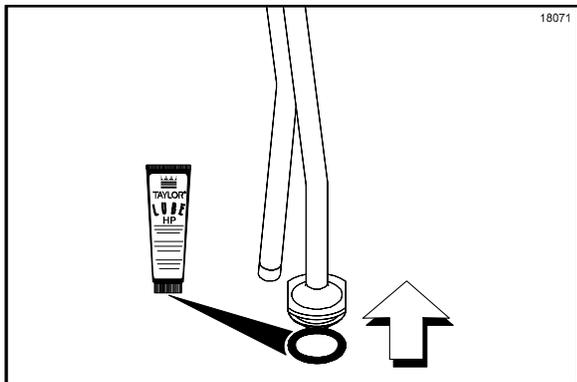

Figura 93
- Lubrique e instale la junta tórica de 1" en la ranura provista en el tubo de descarga. (Vea la figura 93).